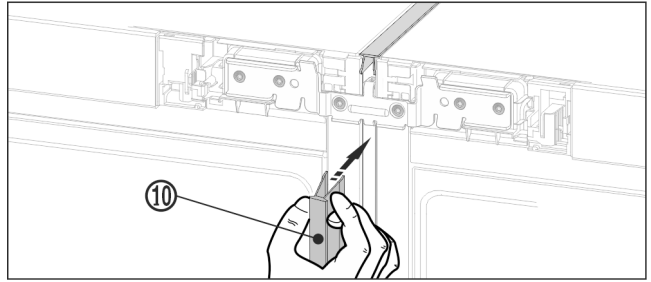

Fig. 22 *
- À l'avant, pousser la baguette longue Fig. 22 (10) dans la fente verticale. Veiller à ce que la baguette repose sur la tôle de jonction.*